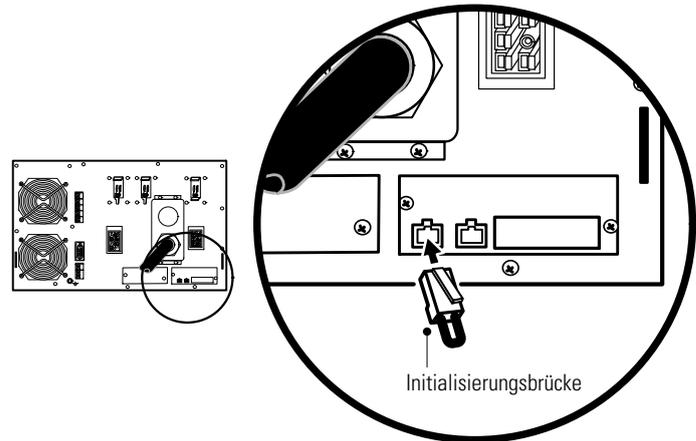
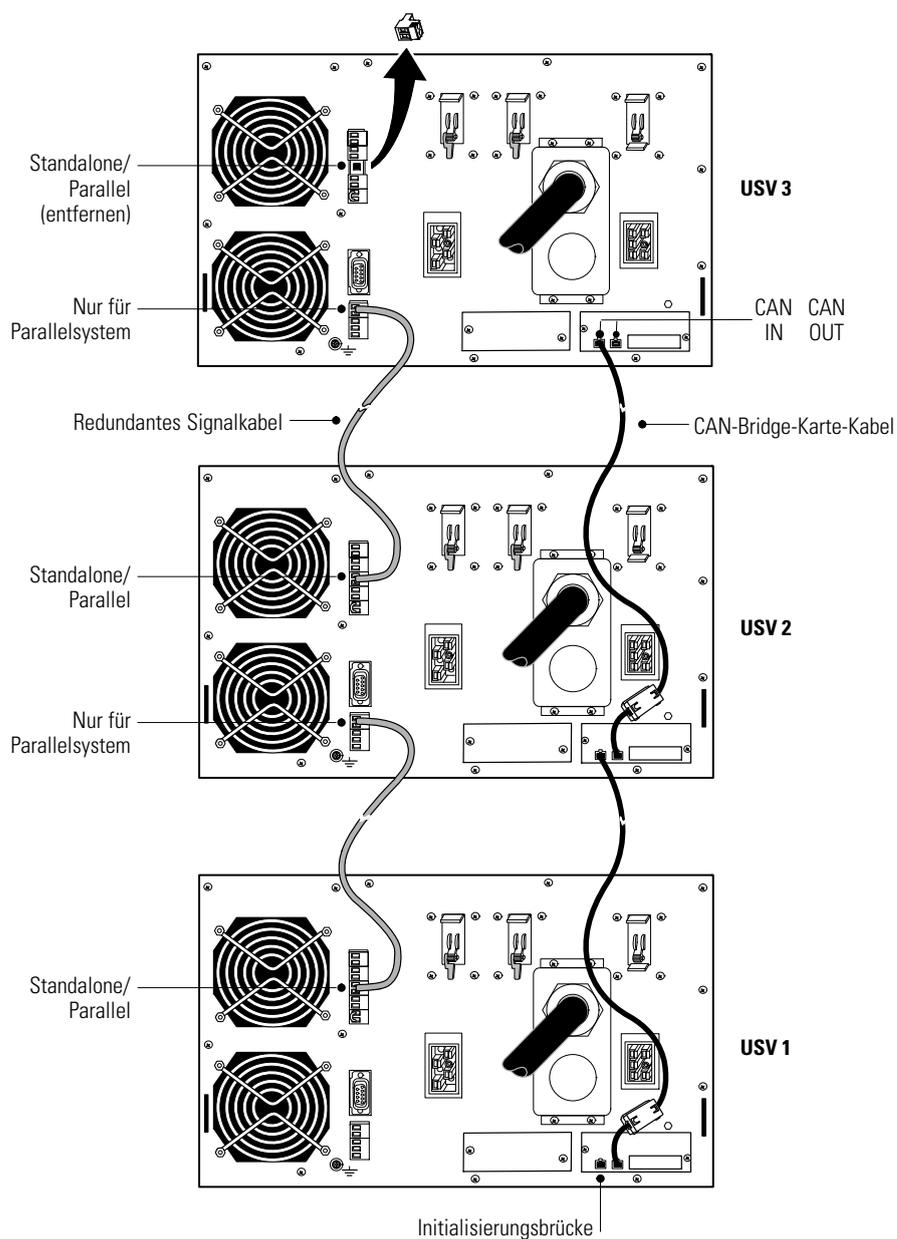

Abbildung 35. Einsetzen der Initialisierungsbrücke
Abbildung 36. Typische CAN-Bridge-Karte und redundante Signalverkabelung
9. Die mitgelieferte Initialisierungsbrücke (siehe Abbildung 35) im CAN IN-Port auf der ersten USV einsetzen (USV 1 in Abbildung 36).
10. Mithilfe der mitgelieferten Steckverbindungen ein CAN-Bridge-Karte-Kabel an jeder USV anschließen, wie in Abbildung 36 dargestellt. Den CAN OUT-Anschluss an der einen USV mit dem CAN IN-Anschluss auf der nächsten verbinden.
HINWEIS Sie können das Parallelsystem so konfigurieren, dass sich USV 1 im Rack ganz unten (wie in Abbildung 36 dargestellt) oder ganz oben befindet.
- Schließen Sie an jeder USV ein redundantes Signalkabel zwischen den Klemmen „Nur für Parallelsystem“ und „Standalone/Parallel“ an, wie in Abbildung 36 dargestellt. Entfernen Sie die bestehenden Klemmenleisten-Steckverbindungen, bevor Sie das Kabel anschließen.
12. Die Standalone/Parallel-Steckverbindung aus der Klemmenleiste von der letzten USV entfernen (USV 3 in Abbildung 36).